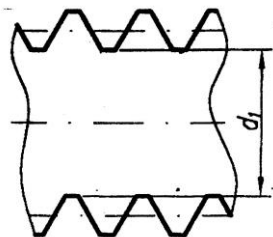

Рисунок 6 – Схема вимірювання внутрішнього діаметру різі d_1
2.4.2.2 Виміряти внутрішній діаметр різі d_1 . Вимірювання d_1 здійснюється аналогічно вимірюванню зовнішнього діаметру d (див. рис. 6).